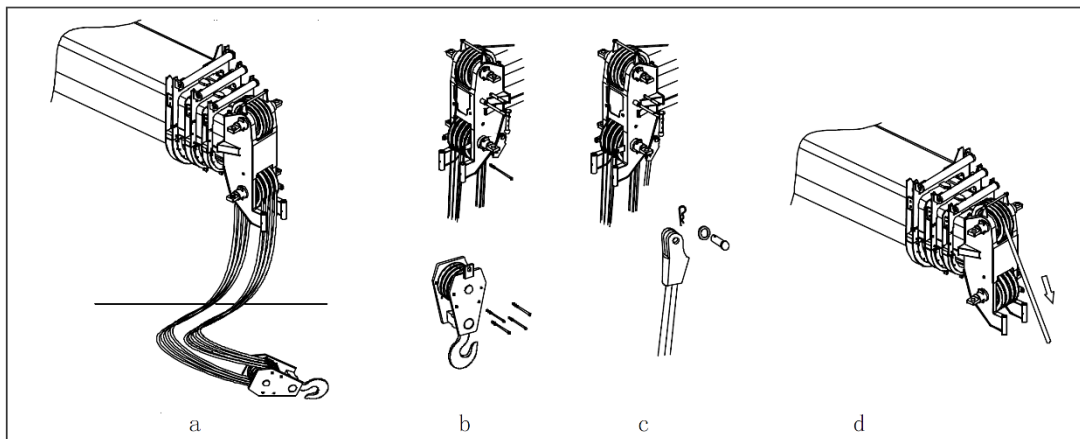

Figura 4-88 Passagem de cabo
- Retraia totalmente a lança e mova para o lado ou para trás do guindaste. Consulte a figura 4-88.